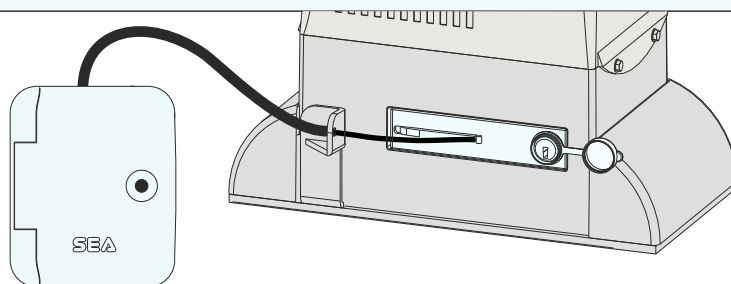

Fig. 33
11.1. L'opérateur LEPUS peut être connecté à un système de déverrouillage externe branché à un boîtier de sécurité, comme en Fig. 33